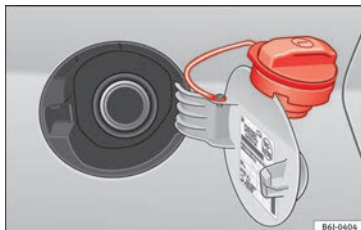

Fig. 33
- Agganciarlo al bordo superiore dello sportellino del serbatoio » **fig. 33**